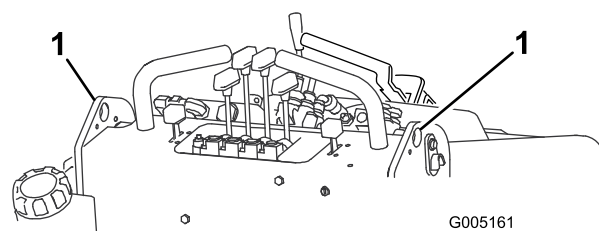

Figure 10
2. Soulevez le groupe de déplacement en vous aidant des deux points de levage (Figure 10) et placez-le sur une remorque.